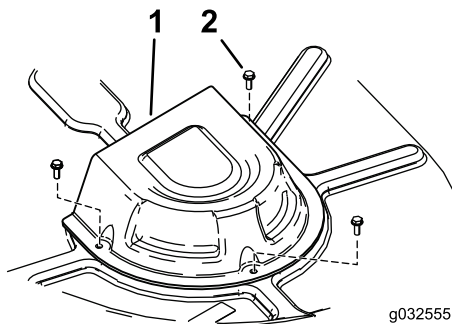

Рисунок 57
4. Снимите кожухи шкивов (Рисунок 57).